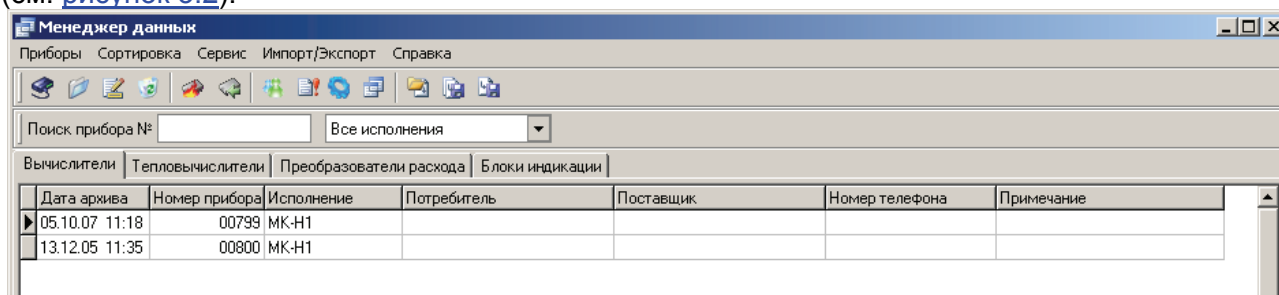

Рисунок 3.2
Кнопка **Начать работу** служит для вызова всплывающего Основного окна программы (см. рисунок 3.2).
3.3.1 Закладка **Вычислители** (см. рисунок 3.2) содержит список вычислителей, зарегистрированных в текущей БД.